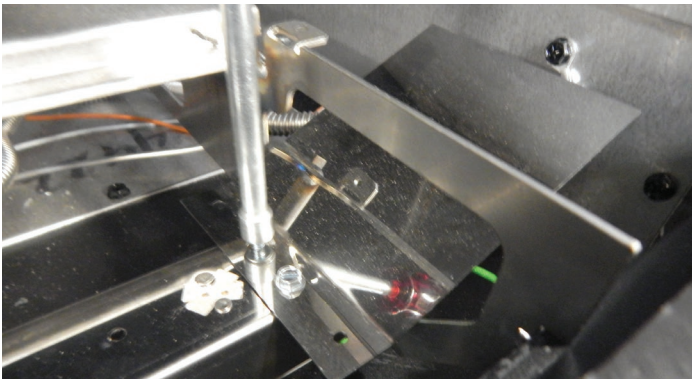

Figure 10
14. Fixer deux déflecteurs d'extrémité (un à chaque extrémité de l'ensemble de support d'ampoule) à l'aide de deux (2) vis n° 8 X 1/4 po chacun. Voir Figure 10.